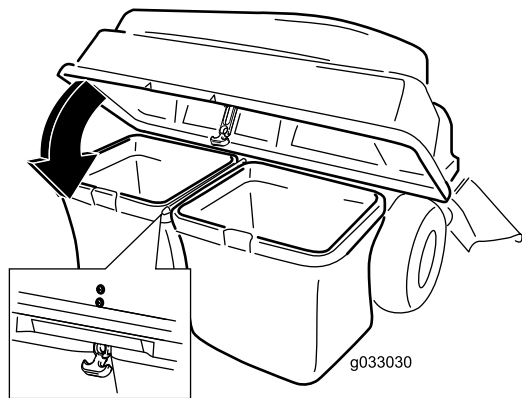

Figura 15
5. Abbassate il coperchio del sistema di raccolta sui cesti (Figura 15).